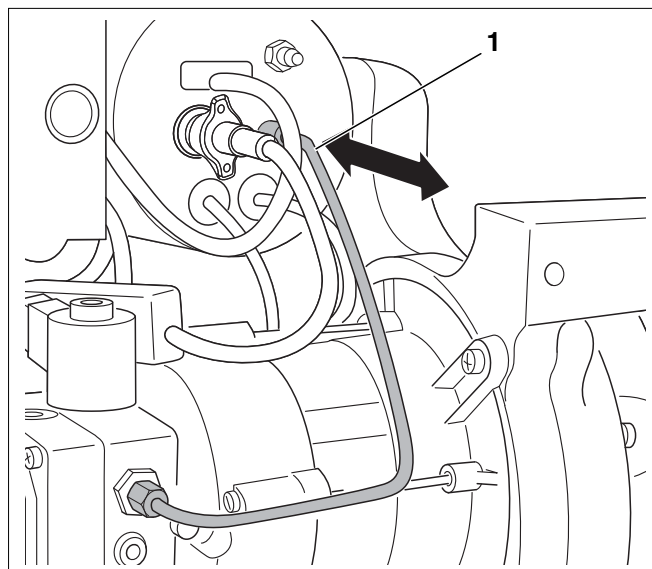

Fig. 24 Comprobación del posicionamiento correcto del sistema de mezcla
- Sacar el conducto de alimentación de gasóleo (fig. 24, **pos. 1**) aprox. 5 mm y soltarlo.